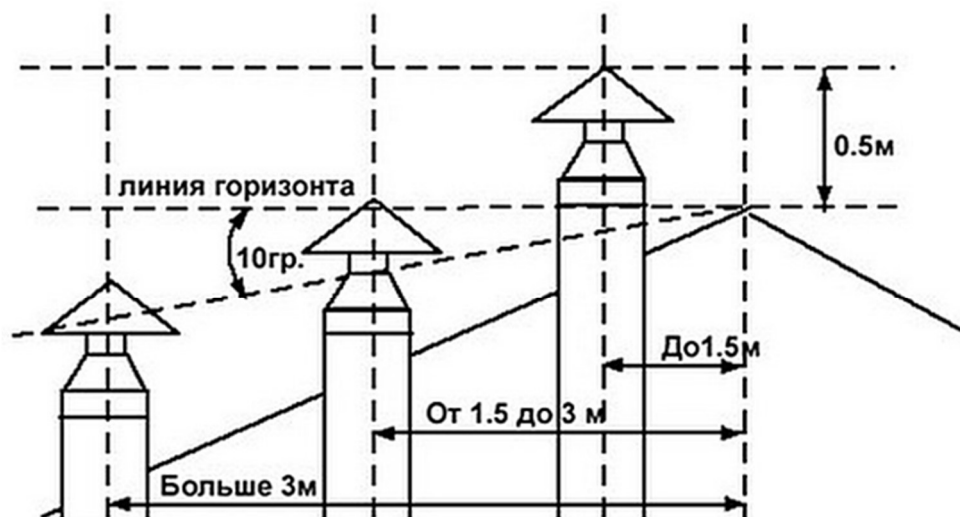

Рисунок 8 — Схема размещения дымоходов.
9.3.4 Высоту дымохода можно рассчитать, используя рисунок 8.